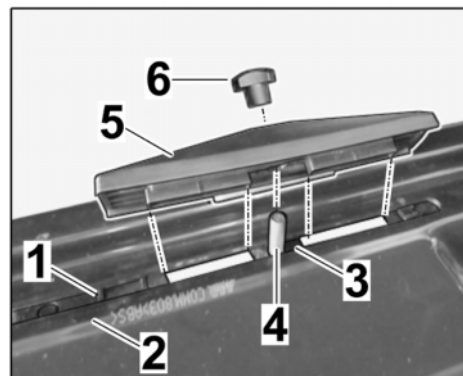

Figura 3
1.2.4 Fijar de forma holgada la tuerca de muletilla M8 (⇒ Figura 3).